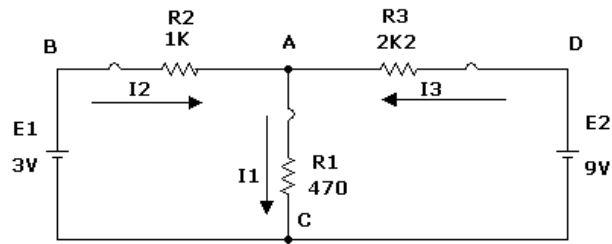

Figura 3 – Estudo das leis de Kirchhoff - circuito para experiência
1. Para o circuito da Figura 3 calcular todas as correntes determinando as suas orientações bem como das tensões em todas as malhas. Anote os valores na tabela 1.